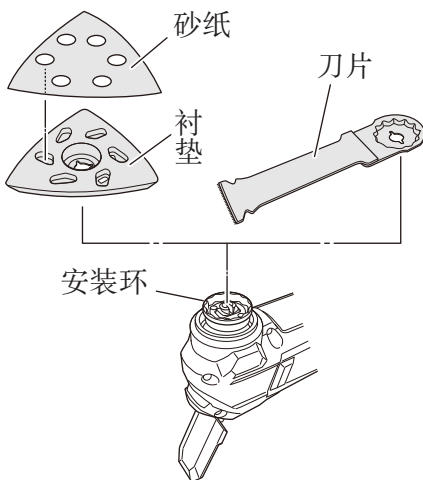

图10
- (2) 将应用工具安装到安装环上。可按 $30^{\circ}$ 的增量设置应用工具的安装角度。(图10)
- (4) 将砂纸粘贴到打磨衬垫上，对齐孔。(图10)